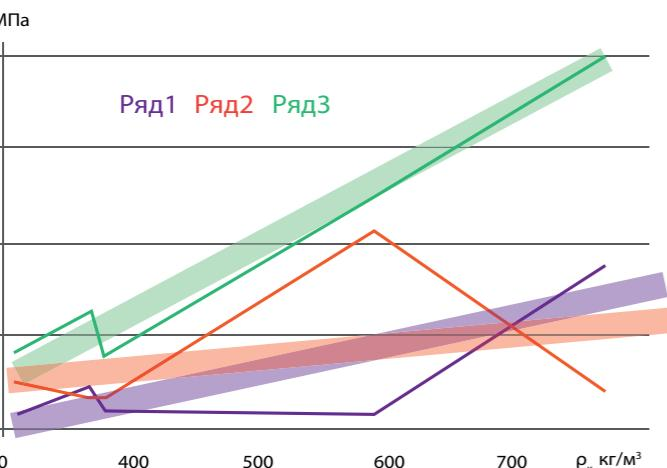

Рис. 6. Влияние плотности коры на ее прочность
На рис. 6 представлены графики, составленные по данным исследований советского ученого Олега Покрышкина² коры различных деревьев в широком диапазоне изменения плотности $\rho_k = 310–770 \text{ кг/м}^3$, которые демонстрируют ее влияние на изменения пределов прочности коры на сжатие σ_{ck} (1), разрыв σ_p (2), и производную от этих прочностных характеристик – предела прочности на срез σ_{cp} (3) по Кулону-Мора, равного
Анализ данных, представленных на рис. 6, свидетельствует о линейной связи прочностных характеристик с плотностью коры. Этот вывод имеет первостепенное значение при рассмотрении механизмов формирования волн сжатия и разгрузки – как при статических, так и в первую очередь при динамических нагрузках на кору и древесину, поскольку показатели плотности ρ и скорости продольной волны C_p (а интегрально – их произведение, то есть акустическая жесткость материала λ) оказывают существенное влияние на разрушение анизотропных низкоплотных структур.